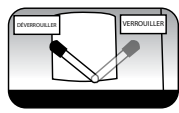

FIGURE 9
- Déplacez le levier en position non verrouillé (figure 9) tout en tenant l'aérosol pour le guider vers le bas.
- Assurez-vous que la buse de l'aérosol est bien positionnée, puis mettez le levier en position verrouillée (figure 9).